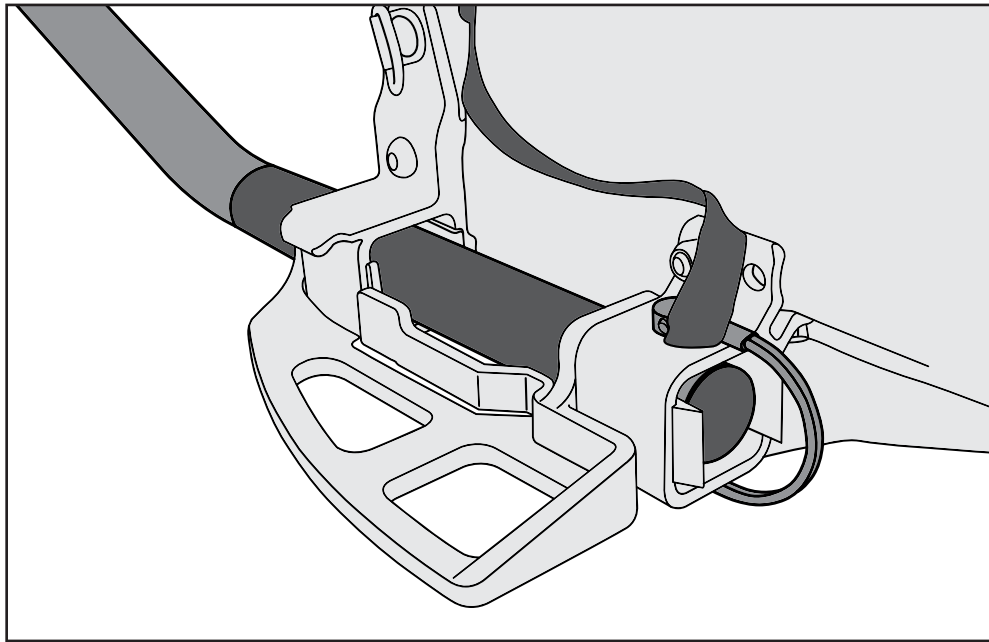
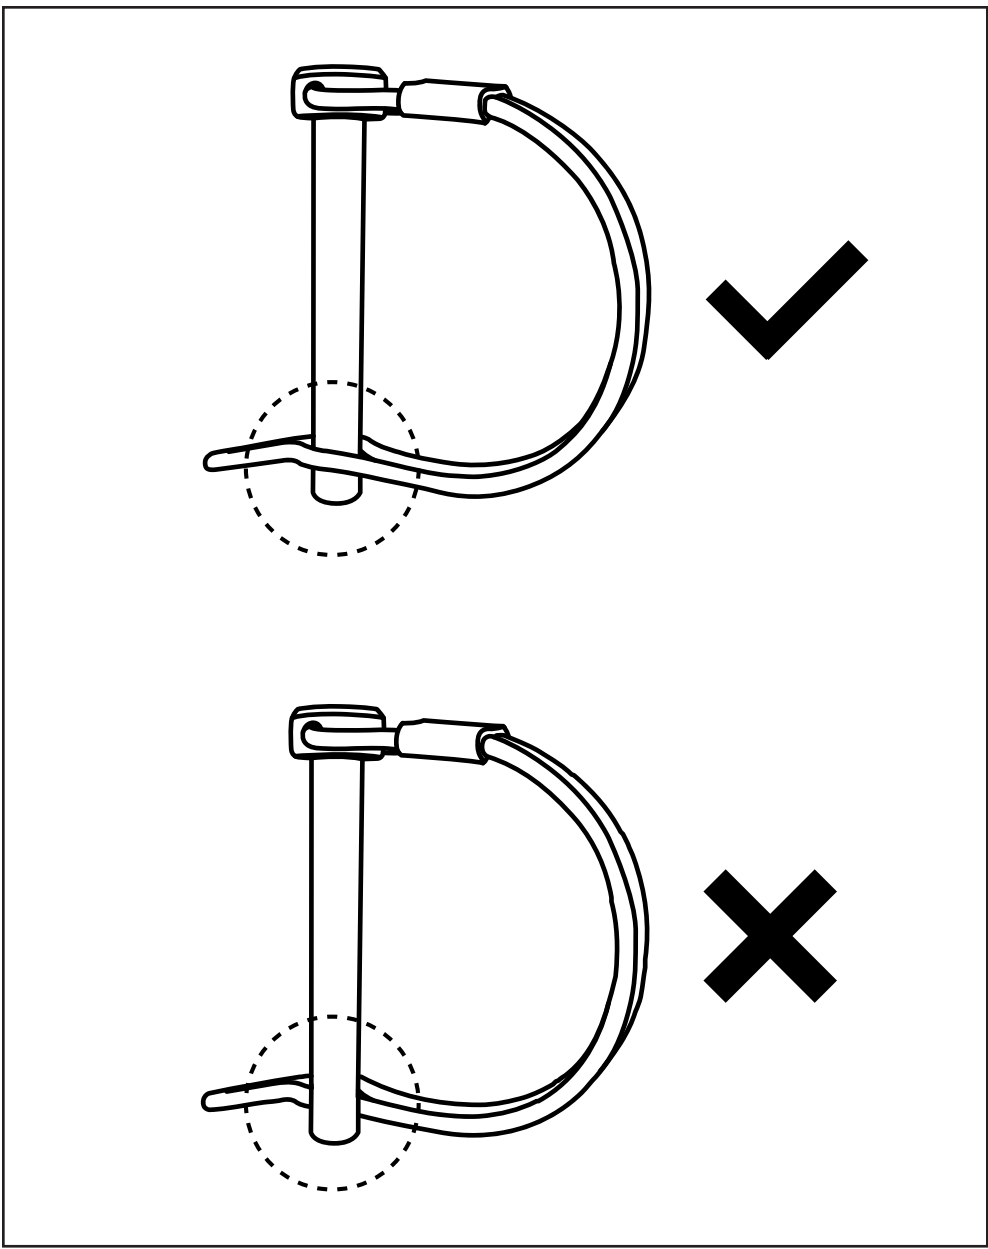

FIGURE 4
FIGURE 5
3. Insert towing poles into tow bar receivers. Slide retaining pins through the holes in both the tow bar receivers and in the towing poles, and close the pins securely (Figure 4). Pull outward on the towing poles to ensure that they are securely fastened. Check attachment before each use by verifying the pins are secured through both the receivers and the towing poles and correctly closed (Figure 5).
3. Stecken Sie die Stöcke in die zwei Anhängerkupplungsaufnahmen. Schieben Sie die Haltestifte durch die Löcher der Anhängerkupplungsaufnahme und der Stöcke und schließen Sie die Stifte fest (Abbildung 4). Ziehen Sie die Stöcke nach außen, um ihren sicheren Sitz zu überprüfen. Überprüfen Sie den Sitz vor jedem Einsatz, indem Sie sicherstellen, dass die Stifte sowohl durch die Aufnahme als auch durch die Stöcke gesichert und korrekt geschlossen sind (Abbildung 5).
3. Insérez les perches de traction dans les récepteurs de la barre de remorquage. Faites glisser les tiges de retenue par les orifices des récepteurs de la barre de remorquage et dans les perches de traction, puis fermez bien les tiges (Figure 4). Tirez les perches de traction vers l'extérieur pour vérifier qu'elles sont bien arrimées. Vérifiez le système d'attache avant chaque utilisation en contrôlant que les tiges sont bien engagées dans les récepteurs et les perches de traction et qu'elles sont correctement fermées (Figure 5).